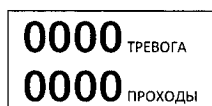

Рис.6 Основное меню.
Запуск осуществляется кнопкой «вкл», для этого следует нажать кнопку и удерживать ее более 1 с. Во время запуска система выполняет самодиагностику. Если диагностика прошла успешно, на дисплее будет показан «0», в противном случае – на дисплее отобразится «E». Таким образом, по завершении диагностики дисплей должен выглядеть, как показано на рис.6:
4.4.3 Сброс параметров и выход из любого меню (без сохранения произведенных изменений) в основное (рис.6) - осуществляется кнопкой «вкл», для этого следует нажать кнопку и удерживать ее в течение от 0,5 до 3 с.